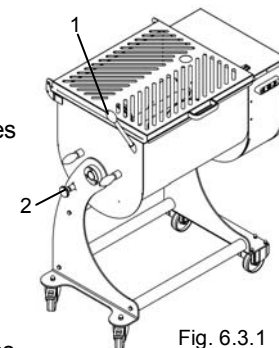

Fig. 6.3.1
- Tener la tina en posición horizontal cogiendo la empuñadura de la varilla de vuelco "1" Fig. 6.3.1.
- Tirar del botón de bloqueo de la pila "2" Fig. 6.3.1
- Después de haberla desbloqueado, es posible volcar la tina tirando la perilla de vuelco "1" Fig. 6.3.1.